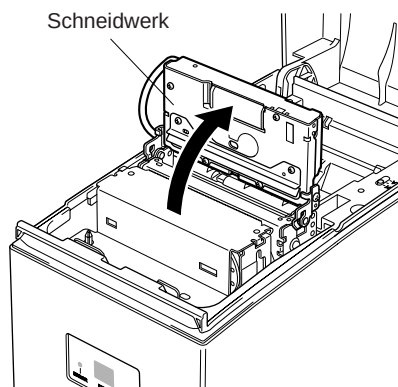

Abb. 5-9 Anheben des Schneidwerks
- ③ Heben Sie das Schneidwerk an und stellen es in senkrechte Stellung, wie in Abbildung 5-9 gezeigt.